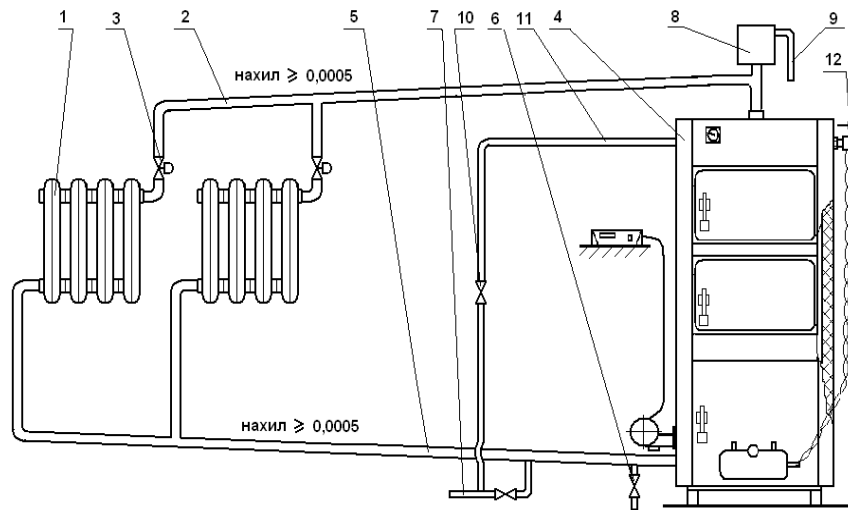

Рис. 3. Схема приєднання апарата до системи опалення і гарячого водопостачання.
2.2.2.2.6 Схема під'єднання апарата до системи опалення приведена на рис. 3.